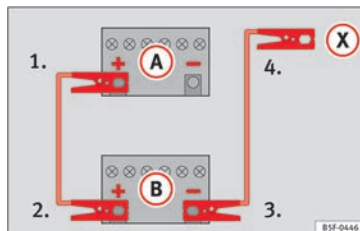

Fig. 77 Esquema de conexión para vehículos sin sistema Start Stop.
2. Emborne un extremo del cable **rojo** de emergencia al polo positivo (+) del vehículo con la batería descargada (A) » » » fig. 77.
3. Emborne el otro extremo del cable **rojo** de emergencia al polo positivo (+) del vehículo que suministra la corriente (B).
4. En los vehículos sin sistema Start-Stop: emborne un extremo del cable **negro** de emergencia al polo negativo (-) del vehículo que suministra la corriente (B) » » » fig. 77.